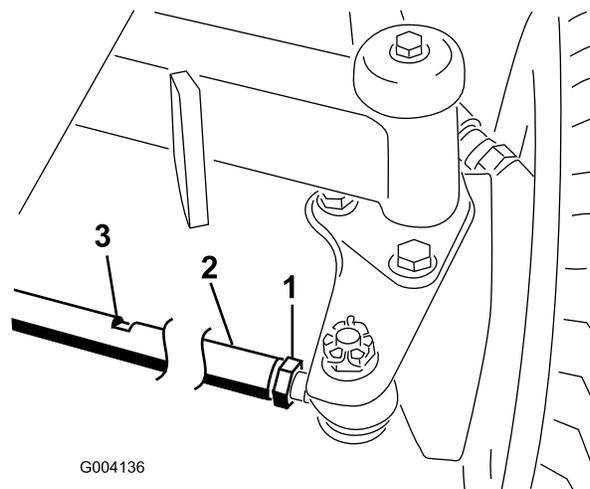

Figure 71
2. Desserrez l'écrou de blocage à chaque extrémité de la biellette (Figure 71).